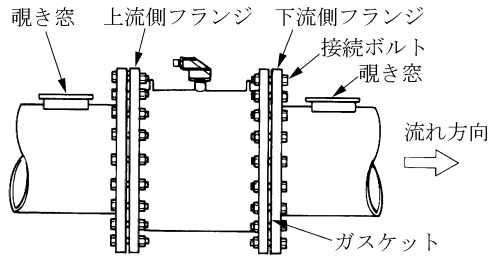

図 7 検出器の取付方法
- (1) 相手配管と接続するためのフランジを本体端部に備えています。図 7 のように、検出器側フランジと配管側フランジとの間にガスケットを装着し、配管接続ボルトを締めて接続します。ボルトは対角線上に均一に締め付けるようにしてください。